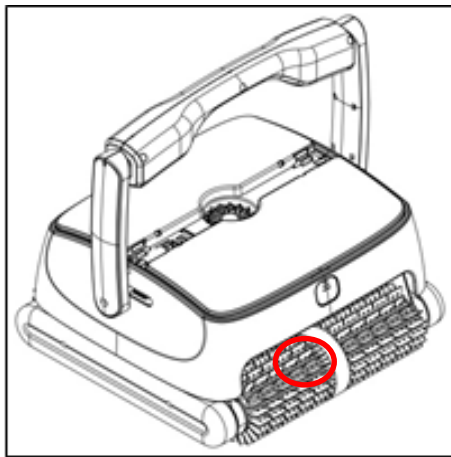

Figure 1
- a. Appuyez sur le bouton d'ouverture (voir figure 1)